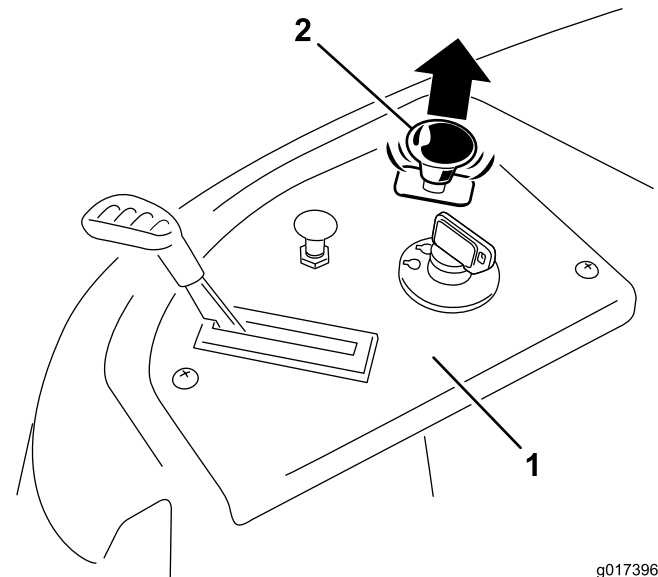

Bild 16
- Ziehen Sie den Zapfwellenantriebsschalter hoch, schieben Sie ihn in die EIN-Stellung und kuppeln Sie die Messer ein (Bild 16).